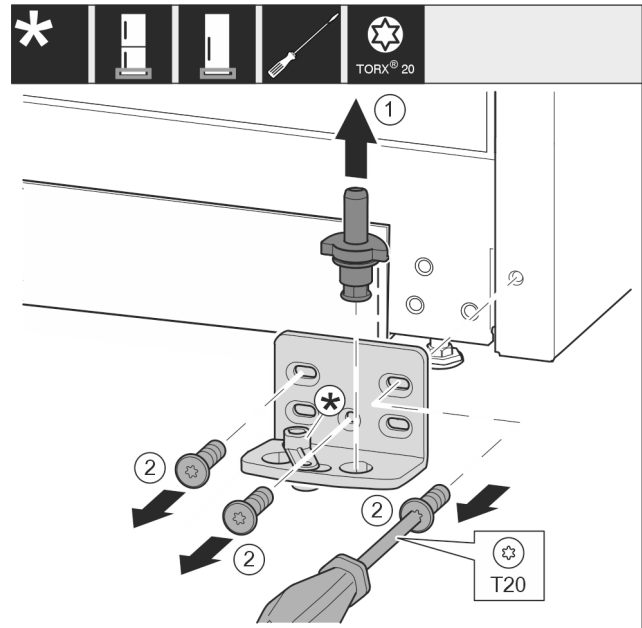

Fig. 15
- ▶ Lagerbolzen Fig. 15 (1) komplett nach oben herausziehen.
- ▶ Schrauben Fig. 15 (2) mit Schraubendreher herausdrehen und Lagerbock abnehmen.